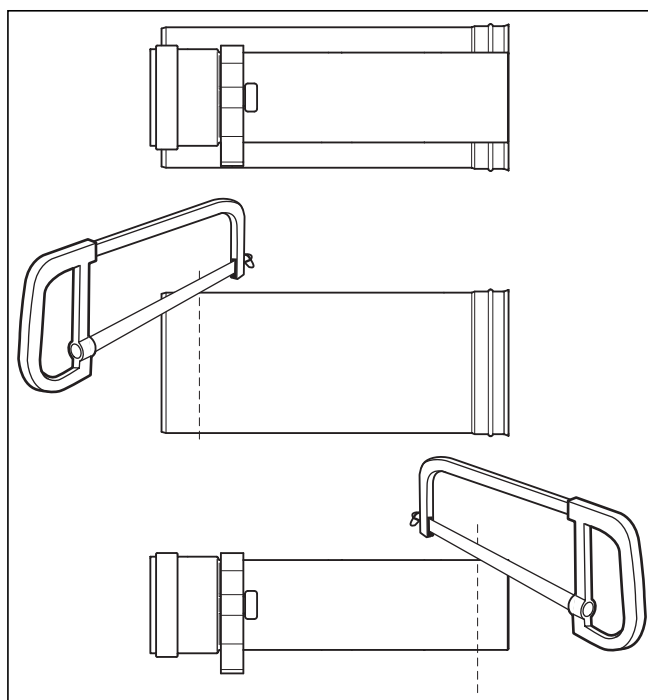

Fig. 4.53 Raccourcissement de la rallonge
Raccourcissez le tube de gaz d'échappement et le tube extérieur sur le côté opposé aux manchons (fig 4.53).
- Faites glisser le tube de gaz d'échappement sur le tube extérieur comme sur la fig. 4.53.